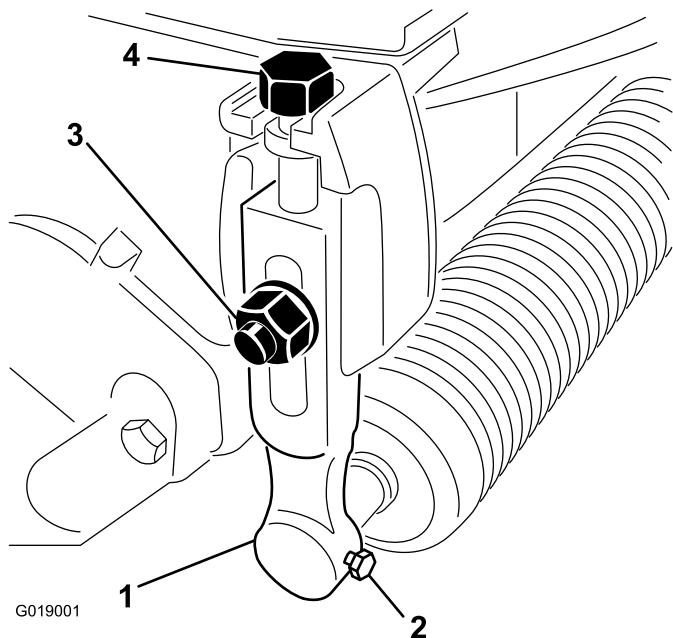

Рисунок 1
2. Отпустите винты, которые крепят каждый конец переднего валика к рычагам высоты скашивания (Рисунок 1).
3. Снимите болты плуга, шайбы и контргайки, которые крепят рычаги высоты скашивания к каждому концу режущего блока (Рисунок 1). Снимите рычаги высоты скашивания и узел валика.
4. Снимите винты регулировки высоты скашивания с рычагов высоты скашивания (Рисунок 1).